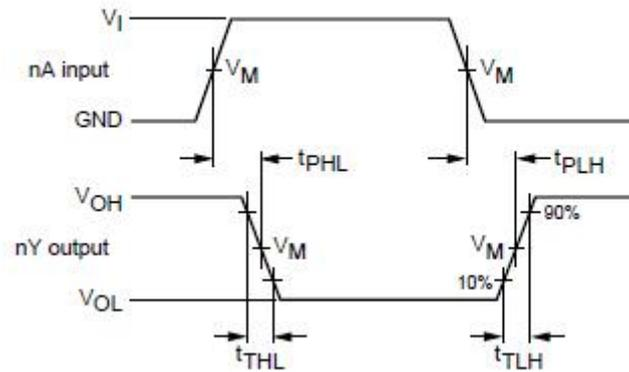
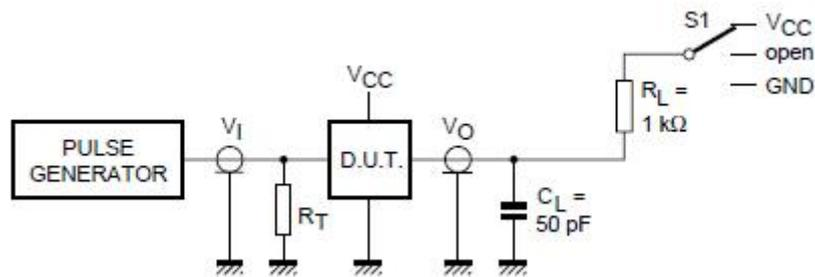

图 6、数据输入 (nA) 到输出 (nY) 的传输延时和输出转换时间
图 7、交流参数测试图
3.3.7、交流参数 1 (Tamb=25°C, GND=0, tr=tr=6.0ns, CL=50pF, 见图 6、图 7)
3.3.8、交流参数 2 (Tamb=-40~+85°C, GND=0, tr=tr=6.0ns, CL=50pF, 见图 6、图 7)
3.3.9、交流参数 3 (Tamb=-40~+125°C, GND=0, tr=tr=6.0ns, CL=50pF, 见图 6、图 7)